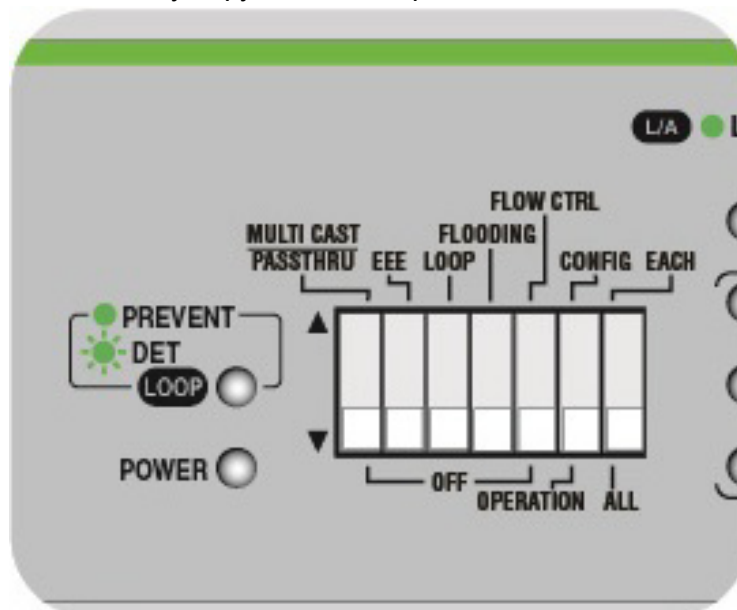

Рисунок 33. Положение DIP-переключателя для отключения функции энергоэффективного Ethernet (EEE)
1. Установите DIP-переключатель № 2 в нижнее положение, чтобы отключить данную функцию. См. рис. 33.